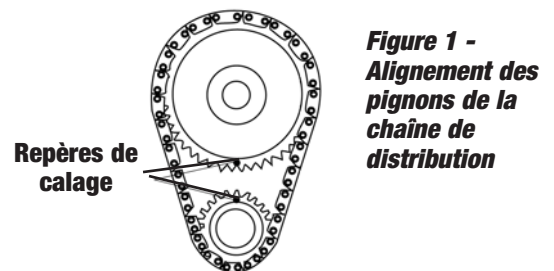

Figure 1 - Alignement des pignons de la chaîne de distribution
13. Faites tourner le moteur jusqu'à ce que les marques de repère du calage de l'allumage soient alignées tel que montré à la figure 1.
2. Posez l'arbre à cames neuf avec des pignons, des poussoirs et une chaîne de distribution neufs. **MISE EN GARDE :** Utilisez la chaîne de distribution à roulement constant et l'ensemble de pignons numéro 7820 Performer-Plus Edelbrock (1965-milieu de 1972) ou numéro 7811 (1973-1990). L'ensemble d'entraînement de pignons Accu-Drive numéro 7892 peut aussi être utilisé. N'utilisez pas de chaîne de distribution et d'ensemble de pignons de modèle à retard qui sont conçus en position de retard et ne sont pas recommandés pour la pose de cet arbre à cames. Les ensembles de distribution Edelbrock comportent trois rainures de clavettes pour la sélection du calage spécifique. Utilisez un composé de blocage sur le filetage des boulons fixant l'engrenage de distribution à l'arbre à cames. Appliquez le couple selon les recommandations du fabricant et tel qu'indiqué dans un manuel de réparation de moteur. Posez l'arbre à cames en alignant les marques de calage selon les spécifications recommandées par le fabricant. Reportez-vous à la figure 1. Le calage
Une fois l'arbre à cames posé et correctement synchronisé (voir figure 1), il est nécessaire de vérifier la précharge du poussoir de chaque tige poussoir.